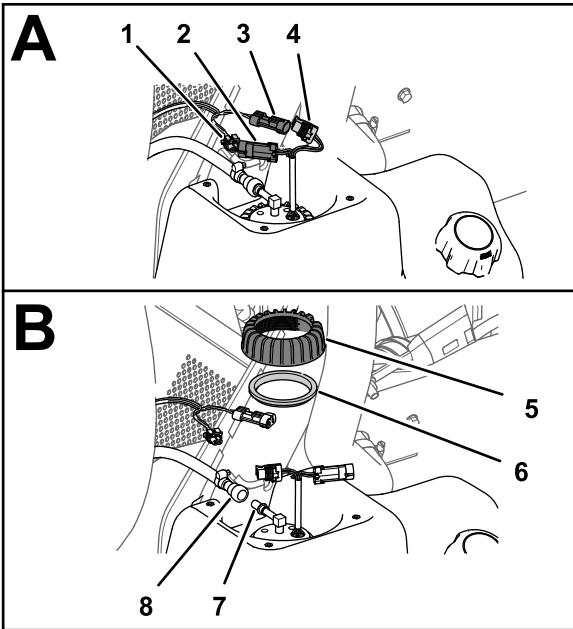

Bild 74
1. Trennen Sie die 2-polige Buchse des Maschinenkabelbaums vom 2-poligen Stecker der Kraftstoffpumpe/Zuführeinheit; trennen Sie den 2-poligen Stecker des Maschinenkabelbaums von der 2-poligen Buchse der Kraftstoffpumpe/Zuführeinheit (Bild 74).
2. Schieben Sie die Verriegelungshülse der Kraftstoffschlauchkupplung vom Anschlussstück der Kraftstoffpumpe/Zuführeinheit weg und ziehen Sie die Kupplung und den Schlauch vom Anschlussstück ab (Bild 74).
3. Drehen Sie die Mutter der Kraftstoffpumpe/Zuführeinheit gegen den Uhrzeigersinn und entfernen Sie die Mutter und die Dichtung (Bild 74)